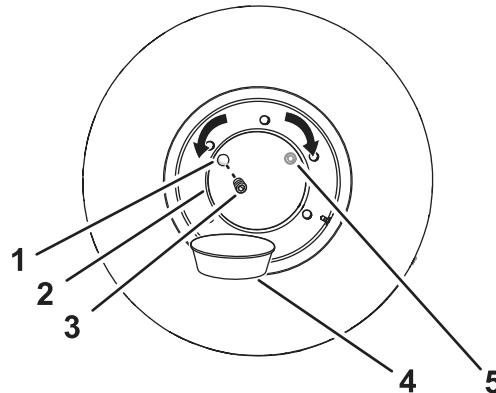

Рисунок 95
2. Переместите машину вперед или назад так, чтобы пробка ступицы колеса оказалась в положении «10 часов» или «2 часа» (Рисунок 95).
4. Поместите сливной поддон под сливное отверстие ступицы колеса (Рисунок 95).
5. Отверните пробку ступицы колеса (Рисунок 95).
6. Убедитесь, что масло находится на уровне нижней части резьбы маслозаливного отверстия (Рисунок 95).
8. Заверните пробку в маслозаливное отверстие ступицы колеса (Рисунок 95).